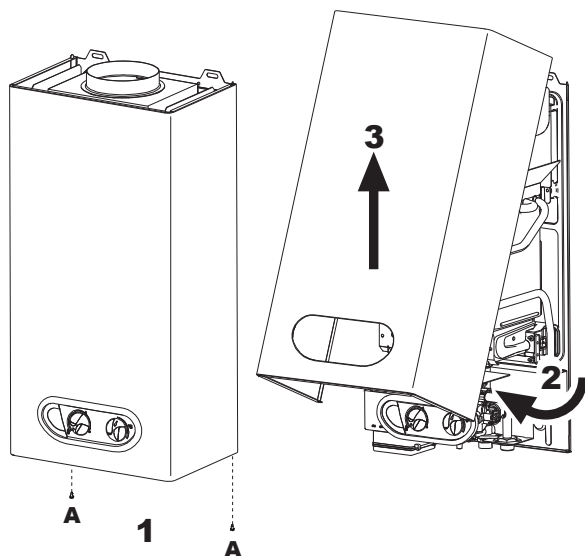

fig. 11 – Entfernen der Verkleidung
1. Lösen Sie 2 Schrauben A (siehe fig. 11).